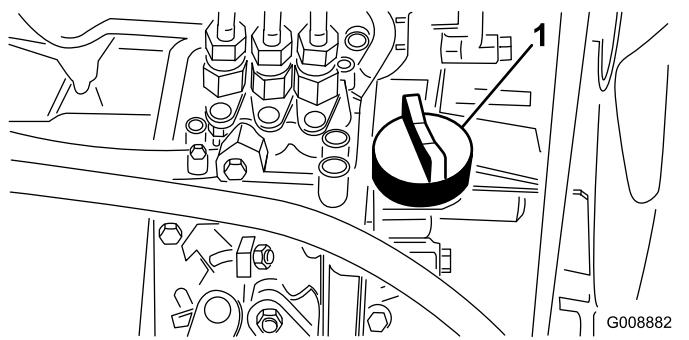

Figura 53
4. Se o nível do óleo for baixo, retire a tampa de enchimento (Figura 53) e adicione gradualmente pequenas quantidades de óleo, verificando constantemente o nível, até que este alcance a marca Cheio na vareta.